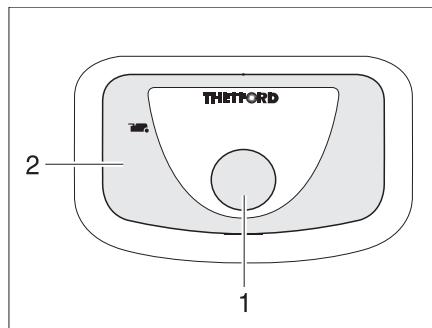

Bild 272 Spülknopf/Kontroll-Leuchte Thetford-Toilette
- Zum Spülen den blauen Spülknopf (Bild 272,1) drücken.
Die Kontroll-Leuchte (Bild 272,2) leuchtet, wenn die Thetford-Kassette entleert werden muss.
- Den Schieberhebel (Bild 272,1) im Uhrzeigersinn schieben. Der Schieber wird geschlossen. Zum Entleeren **muss** in der Thetford-Toilette der Schieber geschlossen sein.